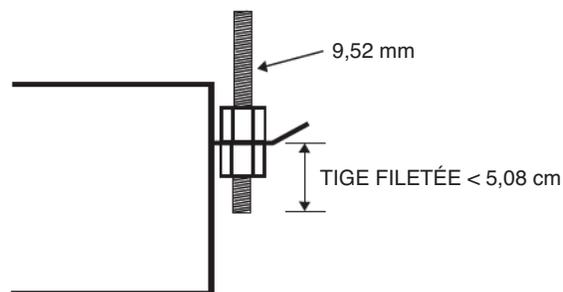

Figure 5 — Tige filetée
3. Maintenez l'appareil en position avec des contre-écrous et des rondelles sur les deux côtés du support de montage. Assurez-vous que la tige filetée ne dépasse pas de plus de 5 cm sur le dessous des supports de montage comme le montre la fig. 5.